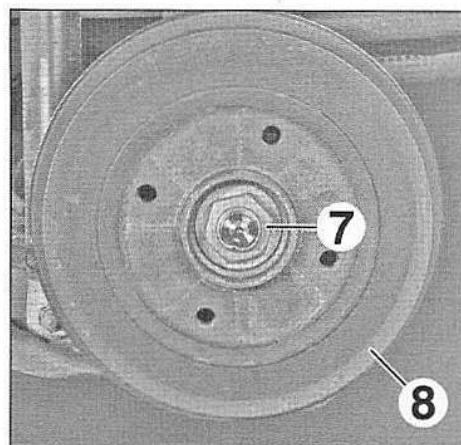

FIG.13
- Défreiner l'écrou de fusée (7) (Fig.13).
- l'écrou de fusée (7),
- le tambour (8).